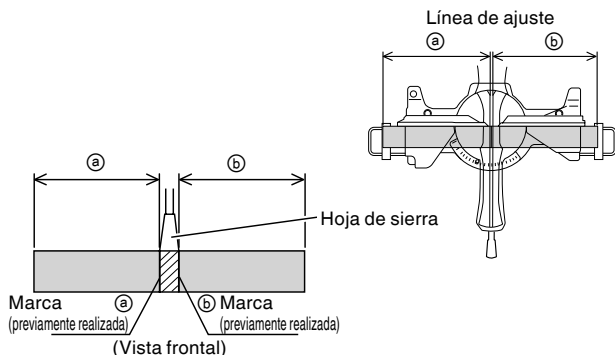

Fig. 25
- (1) Como se muestra en la Fig. 25, la anchura de la hoja de sierra es la de corte. Por lo tanto, deslice la pieza de trabajo hacia la derecha (vista desde la posición del operador) cuando desee la longitud ②, o hacia la izquierda cuando desee la longitud ①.